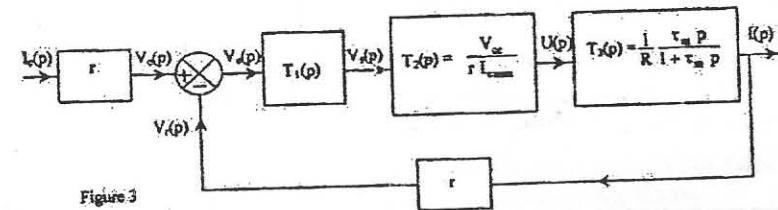
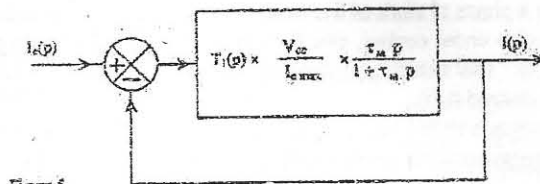
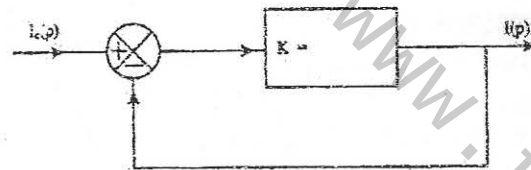

Figure 3
Figure 5
Figure 6
2.1.2. Quelle valeur doit-on donner à la constante $\tau_1 = R_1 C_1$ du correcteur si l'on veut que le schéma fonctionnel de la figure 5, équivalent à celui de la figure 3, se réduise à celui de la figure 6 où K est une constante que l'on calculera en fonction de V_{cc} , R et I_{max} . Compléter la figure 6.